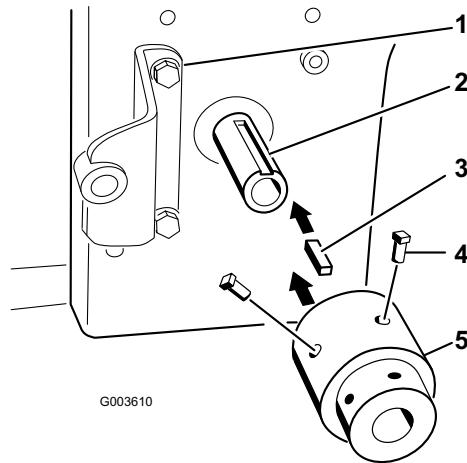

Figura 19
6. Instale la chaveta cuadrada (1/4 x 1 pulg.) en la ranura del eje de la toma de fuerza del motor (Figura 19).
7. Alinee el conjunto del cubo con la chaveta cuadrada e instálelo en el eje de la toma de fuerza del motor (Figura 19).
8. Aplique Loctite® azul a los 2 tornillos (5/16 x 3/4 pulgada) e instálelos en el conjunto del cubo para fijarlo al eje de la toma de fuerza (Figura 19).